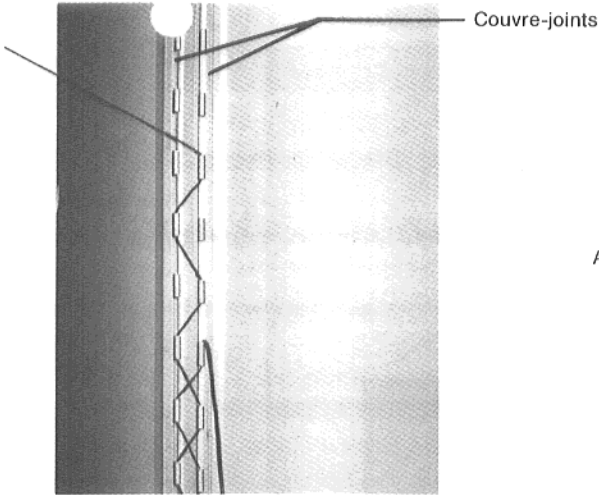

Fig. 9
»TBS-Isocal« ST 400 – ST 800 (Figs. 9, 10, 11 et 12).
- 3. Accrocher le cordon, par le milieu, dans les ergots inférieurs, et lier ainsi les deux bords de l'enveloppe, du bas vers le haut (Fig. 9).